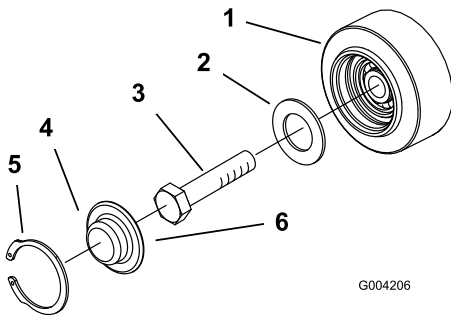

Bild 50
3. Nehmen Sie den Sprengring und die Kappe vom Straßenrad ab (Bild 50).
4. Prüfen Sie das Schmiermittel unter der Kappe und um die Dichtung (Bild 50). Wenn es schmutzig, körnig oder verbraucht ist, entfernen Sie das gesamte Schmiermittel, wechseln Sie die Dichtung aus und fügen Sie neues Schmiermittel hinzu.
6. Setzen Sie die eingefettete Straßenradkappe auf den Schraubenkopf (Bild 50).
7. Befestigen Sie die Straßenradkappe mit dem Sprengring (Bild 50).